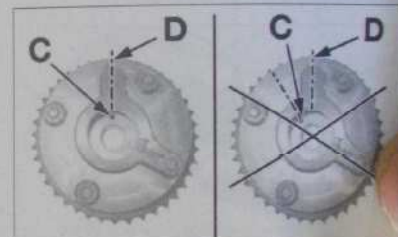

Fig. 8
- Vérifier que le repère (C) est aligné avec l'axe du bossage (D) (Fig.8).